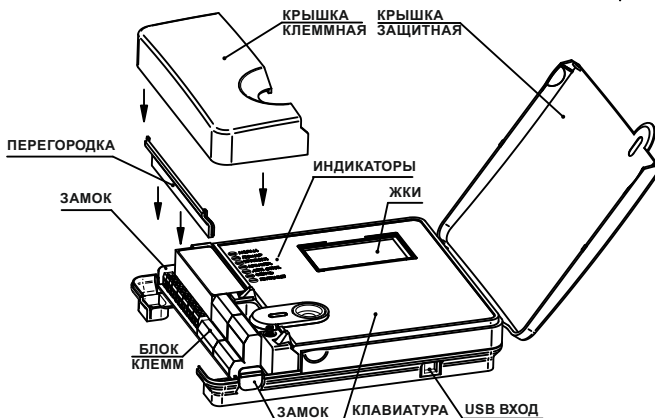

Рисунок 10
- обеспечить доступ к клеммникам прибора, для чего необходимо (рисунок 10):